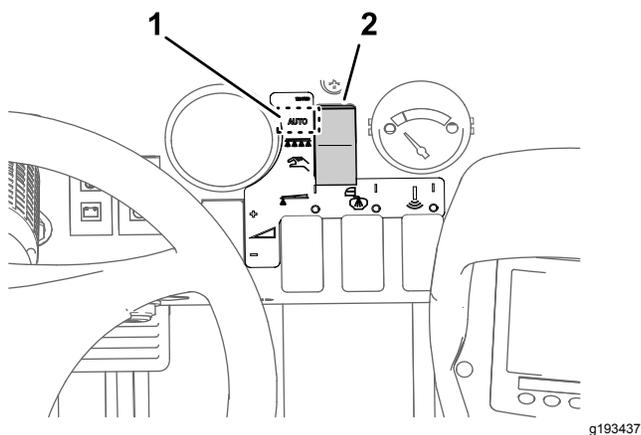

Figura 29
3. Mueva el interruptor del modo de fumigación al Modo de caudal de aplicación (**Figura 29**).